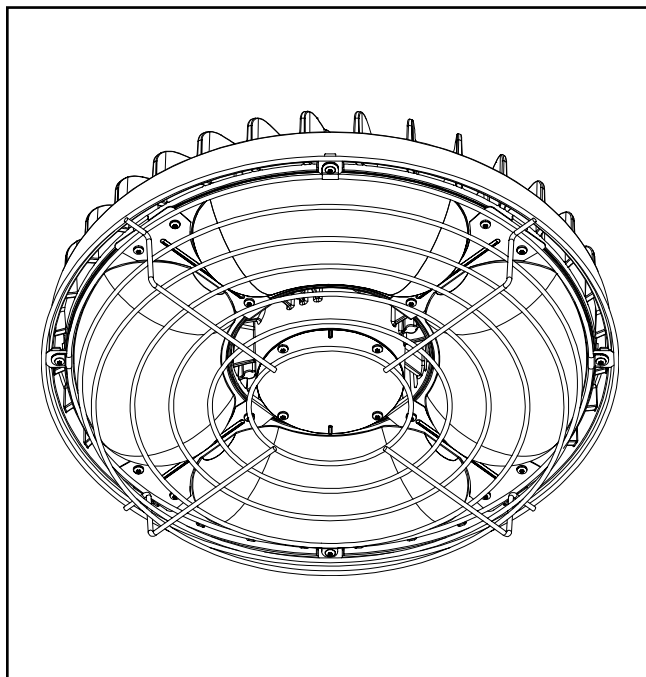

Figura 3.
3. Ajuste los cuatro (4) tornillos para fijar el protector de cables al disipador de calor tal como se muestra en Figura 3.